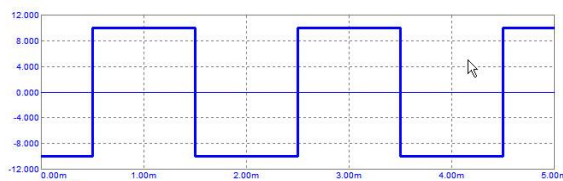

Рисунок 4 – Импульсы напряжения с источника V1
3.1. Дано: источник V1 формирует разнополярные импульсы амплитудой 10 В, длительностью 1 мс и периодом 2 мс (рис. 4)